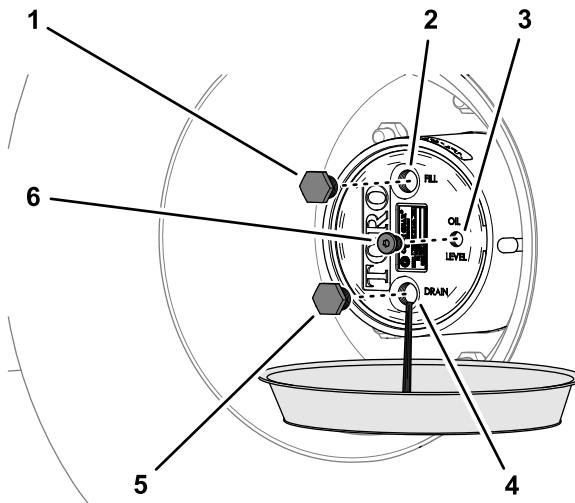

Figura 87
2. Coloque um recipiente de escoamento debaixo do cubo da transmissão da engrenagem planetária, retire o tampão de escoamento, tampão de enchimento e tampão de verificação e deixe o lubrificante drenar completamente (Figura 87).